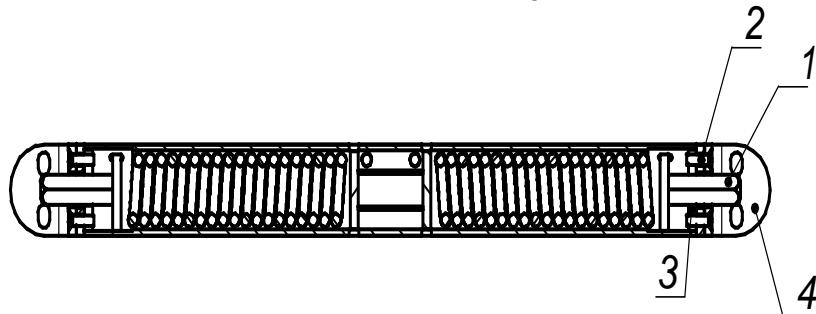

Рис.5
- а) удерживая ключом шестигранник (рис.5 поз.1) вывернуть винты (рис.5 поз.2).
- б) повернуть шестигранник в сторону увеличения усилия до совмещения следующего отверстия в шайбе (рис.5 поз. 3) и кронштейне (рис.5 поз. 4)
- в) завернуть винты (рис.5 поз. 2) до упора, затем ослабить на  $1\frac{1}{6}$  оборота.